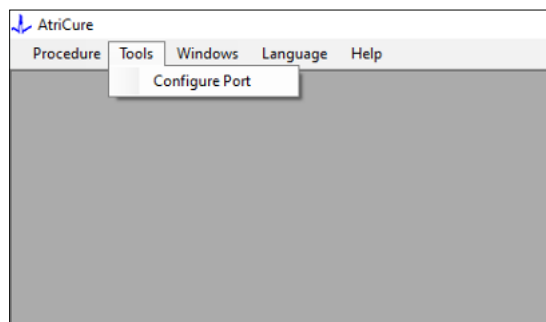
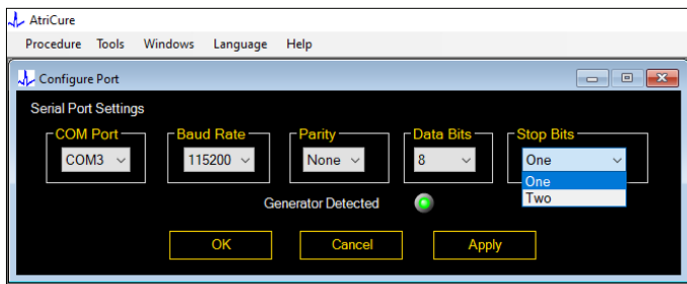

Figure 8 : Option permettant de configurer les paramètres du port de communication dans le logiciel
Figure 9 : Options de configuration des paramètres du port de communication dans le logiciel
2. En sélectionnant Outils > Configurer le port, la fenêtre suivante s'ouvre (reportez-vous aux **Figure 8** et **Figure 9**) :